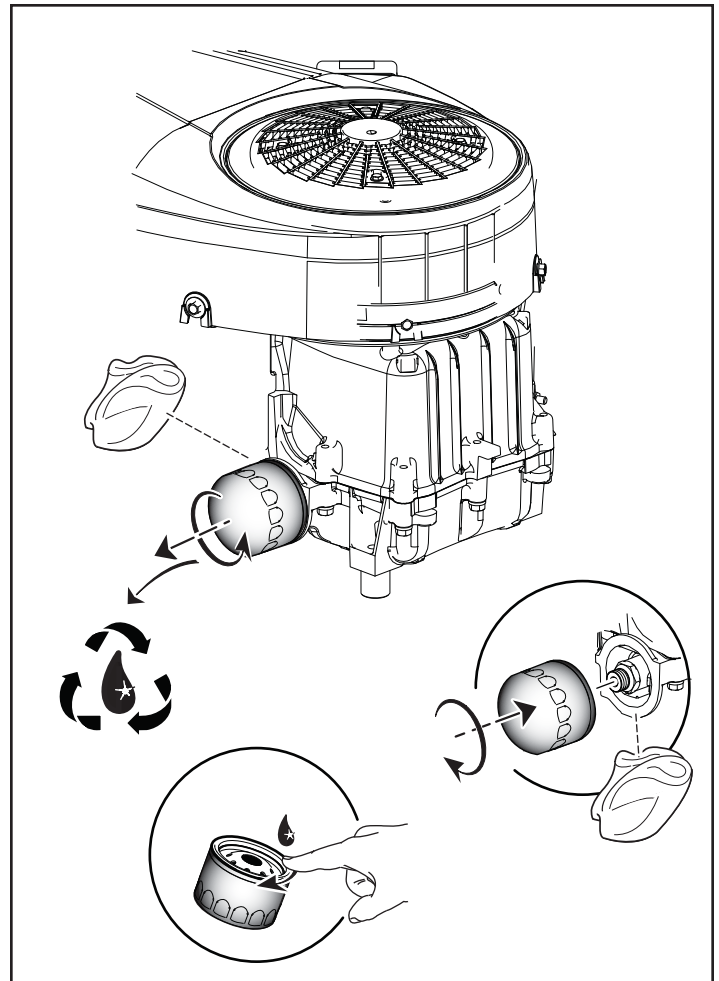

Figura 11
- Lubrifique ligeiramente a junta do filtro de óleo com óleo novo e limpo (veja a Figura 11).